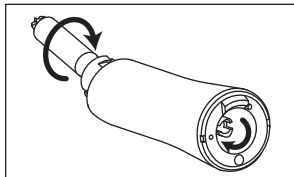

Fig. 10
- 2) Ruotare la ghiera situata all'estremità dell'albero di trasmissione per accertarsi che gambo e albero siano inseriti. (Fig.10)